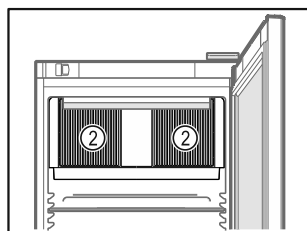

Fig. 71
- ❑ A belső térben lévő keringető ventilátor szellőzőnyílásait Fig. 71 (2) tartsa szabadon.